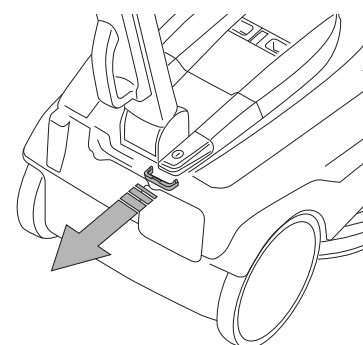

Fig.2C
- Remova o fecho mecânico do interruptor (Fig.2C).